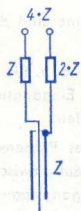
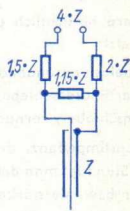

Bild 31
Bild 33
**Bild 31** betrifft eine besonders einfache Symmetrierschaltung. Mit ihr wird die Symmetrie der erd-symmetrischen Seite bewahrt. Eine Anpassung besteht aber nur zwischen der erd-symmetrischen Seite und der Symmetrierschaltung, jedoch nicht zwischen dieser und der erd-unsymmetrischen Seite.
Anpassung und Symmetrie für die erd-symmetrische Seite erreicht man gewissermaßen mit einer Kombination der Widerstandsdimensionen nach Bild 31 und 32. Das **Bild 33** enthält die sich so ergebenden (abgerundeten) Werte.